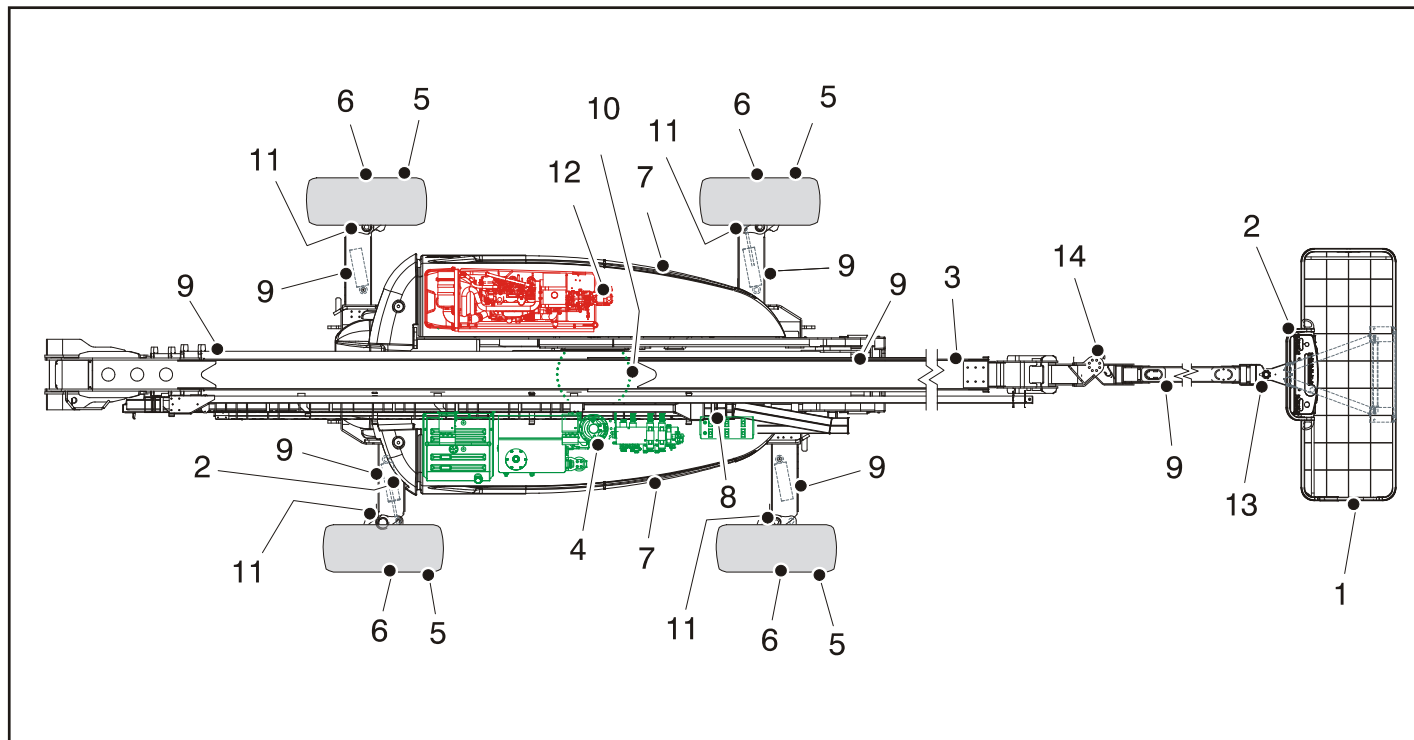

Figura 2-2. Inspeção Exterior Diária – Folha 1 de 2
5. **Inspeção exterior** – Consultar Figura 2-2.